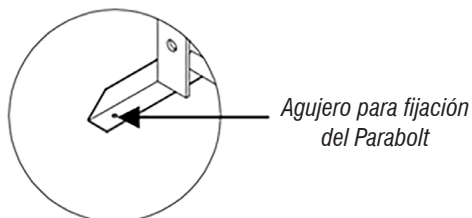

Figura 1 – Base de fijación
- Fije el producto en un piso regular y nivelado utilizando, en los agujeros de los pies, anclaje parabolts de 3/8" x 2 1/4" (Figura 1).